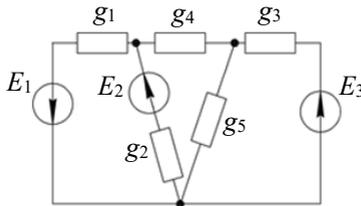

Рис. 31. Конфигурация расчетной электрической цепи к задаче 2
**Задача 2.** В заданной электрической цепи (рис. 31) определите токи в ветвях методом узловых потенциалов, если  $g_1 = 0,1$  См,  $g_2 = 0,2$  См,  $g_3 = 0,08$  См,  $g_4 = 0,1$  См,  $g_5 = 0,25$  См,  $E_1 = 8$  В,  $E_2 = 10$  В,  $E_3 = 12$  В.